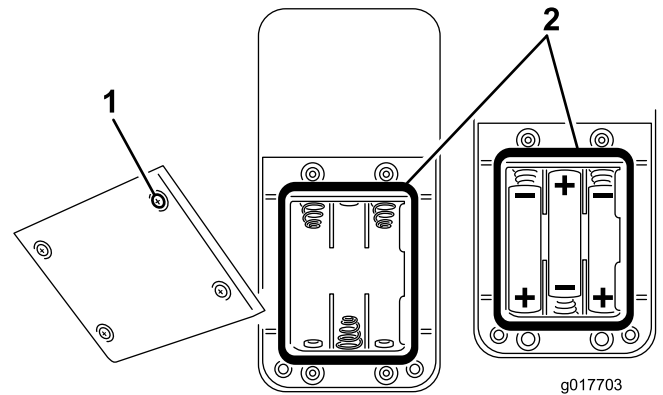

Bild 34
2. Legen Sie drei neue AAA-Batterien ein, wenn Sie Batterien in ein leeres Batteriefach einsetzen. Achten Sie auf die Ausrichtung der Batterien, wie in Bild 34 dargestellt.
3. Wenn Sie alte Batterien auswechseln, entfernen Sie die alten Batterien und legen drei neue AAA-Batterien ein. Achten Sie auf die Ausrichtung der Batterien, wie in Bild 34 dargestellt.